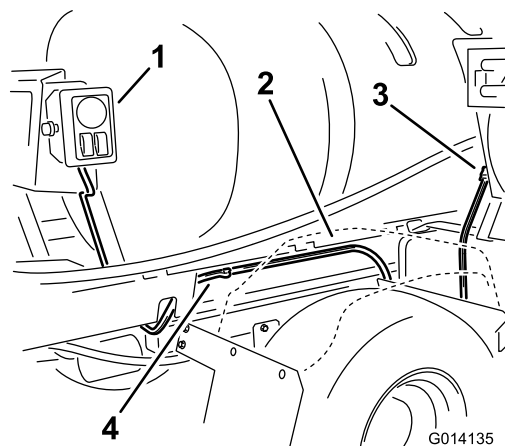

図 18
6. Aコントロールボックスに戻り、残りのハーネス（ホースリールコネクタがついている）をタンクスキッドと右後部フェンダの間から車両前方向へ引く（図 18）。押し込みコネクタ（2個）を使用して、ハーネスをタンクスキッドのフレームに固定する。